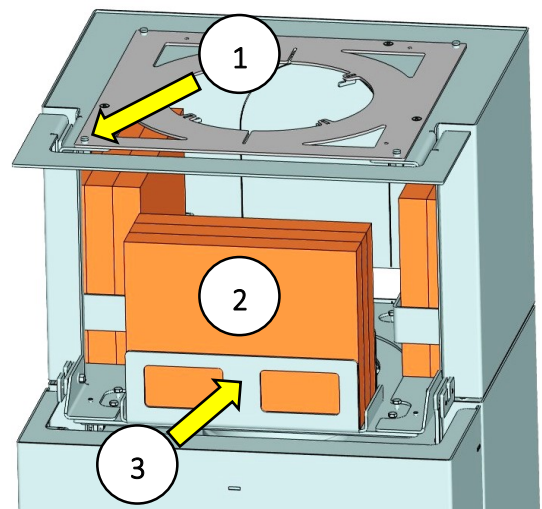

Abb. 9: Speichersteine einsetzen
3. Die in Schritt 1 entfernten Auflageschrauben mit Silikonpuffer (4 Stück) an der Oberseite des Wärmespeicher-Moduls wieder abringen (Abb. 9 Pos.1). Die Position bzw. das Lochbild der Oberseite des Wärmespeicher-Moduls ist gleich wie in Schritt 1.
4. Sobald das Wärmespeicher-Modul ausgerichtet wurde die neun beiliegenden Speichersteine, wie in Abb. 9 Pos.2 dargestellt, einsetzen. Dabei zunächst die linken und rechten Speichersteine einsetzen. Gegebenenfalls muss der Speichersteinhalter (Abb. 9 Pos.3) noch montiert werden. Dieser ist mit 2 Schrauben befestigt.